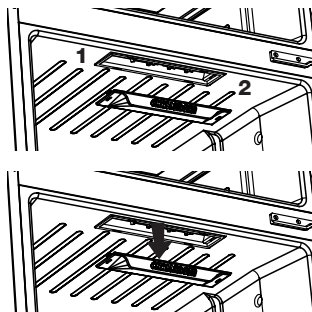

Fig.14
1. Con un destornillador de pala, haga palanca suavemente en el punto uno, girándolo hasta que desprenda la uña. De igual manera haga palanca en el punto dos, girándolo suavemente. Ver Fig. 14